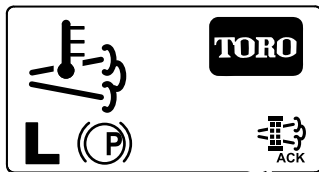

Bild 59
8. Im InfoCenter wird der Begrüßungsbildschirm angezeigt; das Symbol für die Bestätigung der Regenerierung (Bild 59) wird unten rechts auf dem Bildschirm angezeigt, wenn die Regenerierung ausgeführt wird.